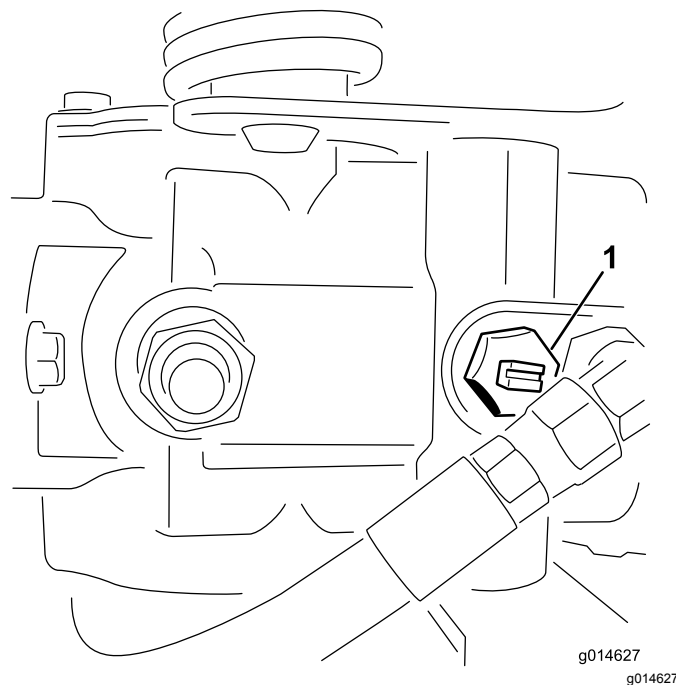

Figura 23
1. Girate la valvola bypass sulla pompa in modo che la scanalatura sia verticale (Figura 23).
2. Prima di avviare il motore chiudete la valvola bypass girandola in modo che la scanalatura sia orizzontale (Figura 23).